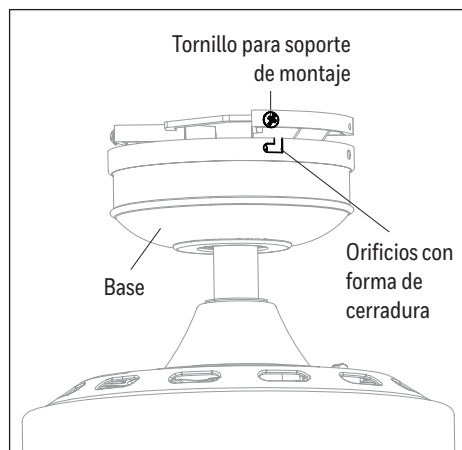

Figura 5.2
2. Alinee la base sobre los tornillos flojos del soporte de montaje preensamblados en el soporte de montaje. Coloque los orificios con forma de cerradura de la base en los tornillos del soporte de montaje y gire la base en dirección de las manecillas del reloj (Figura 5.2).